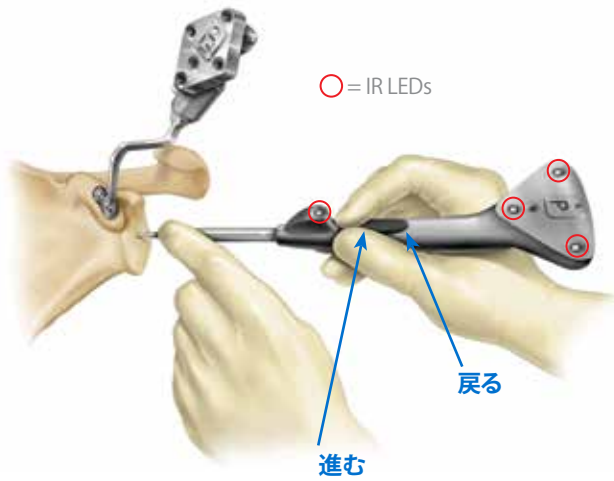

図30a
トラッカーは、患者情報を選択する前または後にペアリングできます。登録の開始前に、Gトラッカーがコラコイドブロックに完全に装着されていることを確認してください。「進む」ボタンに人差し指をあててプローブトラッカー (P) を持ち、ボタンとプローブ先端の間にあるIR LEDを遮らないようにします (図30a)。